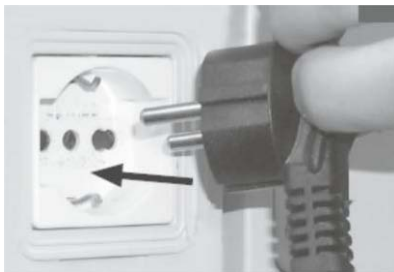
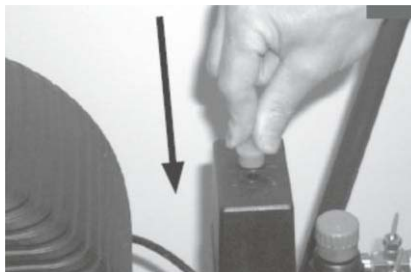

Рис. 3
Рис. 4
- Вставьте вилку электрокабеля питания в соответствующую розетку, имеющую контакты заземления (рис. 3), предварительно проверив, что выключатель реле давления (рис. 4) находится в положении выключено «О» (OFF);